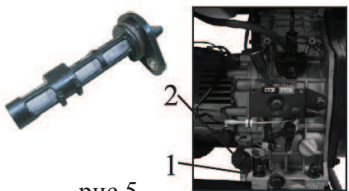

рис.5
6.5.1 Открутите фиксирующий винт 1 (рис.5) и выньте фильтр 2 (рис.5) из картера.